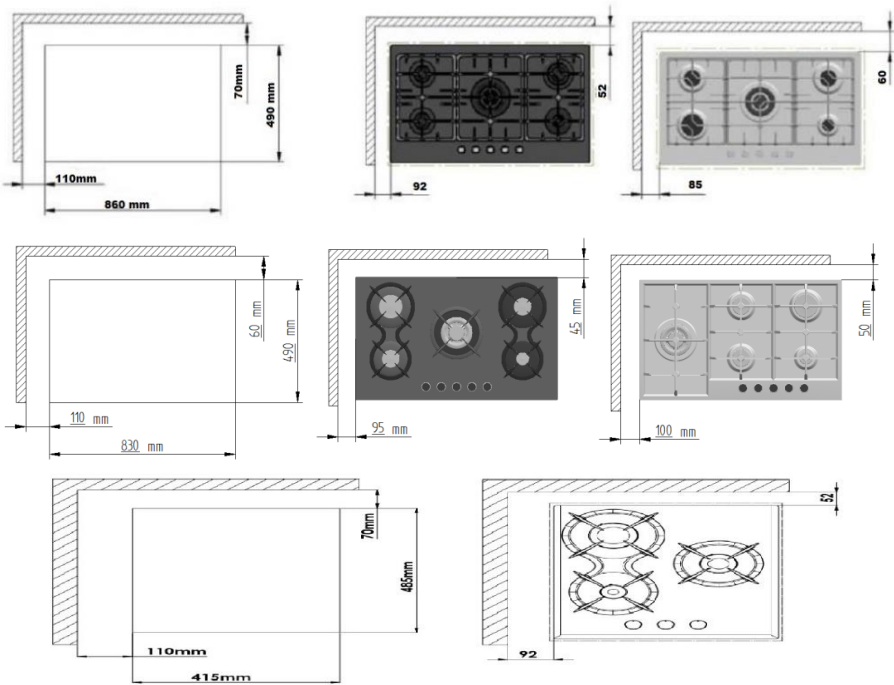

Abbildung 4.
- Halten Sie einen Sicherheitsabstand zwischen Kochfeld und Wänden der Arbeitsplatte ein (Abbildung 4).
- Beachten Sie hinsichtlich der Kochfeldöffnung in der Arbeitsplatte die Abbildung. (Abbildung 4)